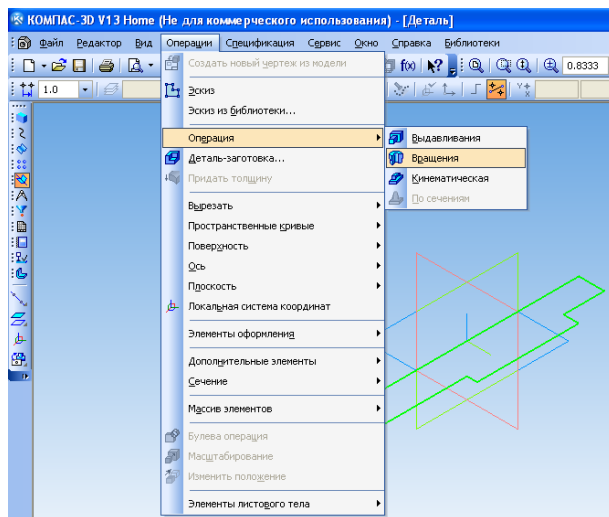

Рисунок 52
- щелкните по кнопке **Эскиз** , затем на панели инструментов **Операции** ⇒ **Вращения** (рисунок 52, 53).